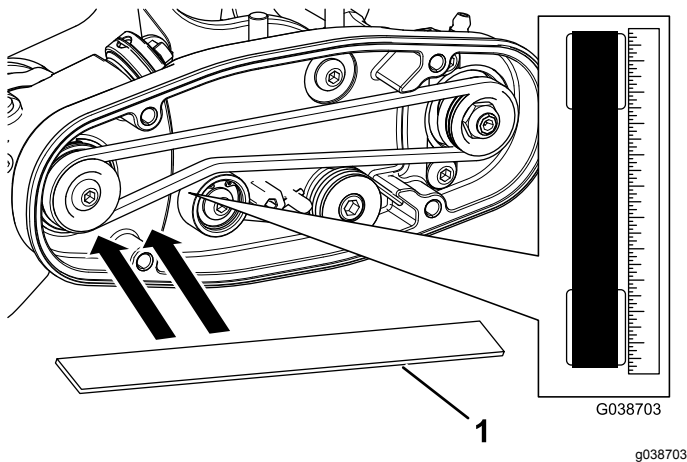

図 23
1. 駆動プーリの外側面に直定規を当てる **図 23**。